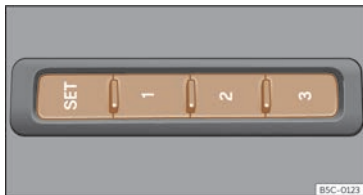

Fig. 95 Al lateral exterior del seient del conductor: tecles de memòria.
- Premeu la tecla **SET** durant més d'1 segon >>> **fig. 95**.